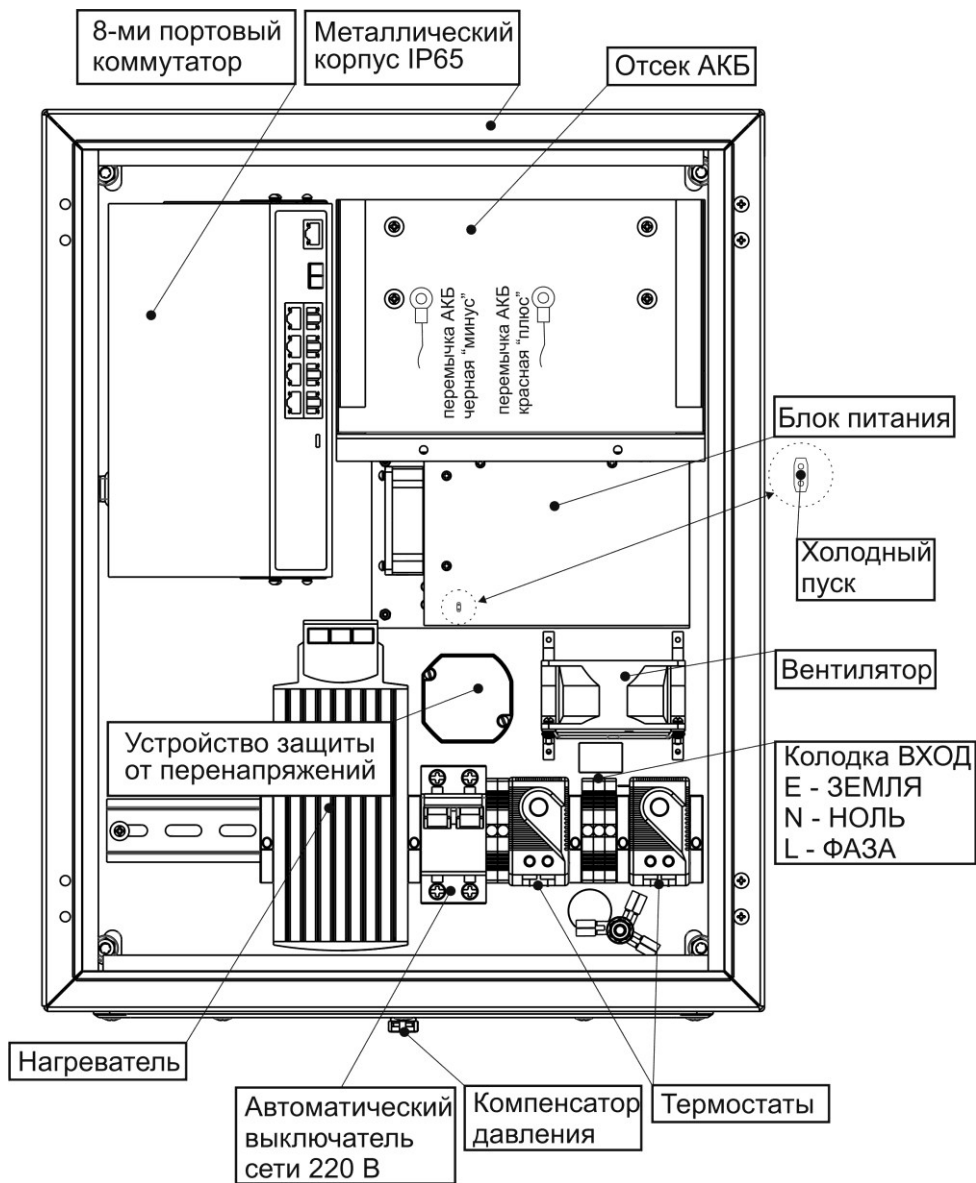

Рисунок 3 – Вид изделия с открытой дверцей
- клеммной колодке ВХОД ~ 220 В расположенной на DIN-рейке (см. рисунок 3).
- Провод заземления подключите к клемме E (ЗЕМЛЯ) на колодке «ВХОД» (см. рисунок 3);
- Подключите, соблюдая фазировку, к клеммам колодки «ВХОД» изделия сетевые провода N (НОЛЬ) и L(ФАЗА) (см. рисунок 3).
- Замкните контакты «Холодный пуск» (см. рисунок 3);